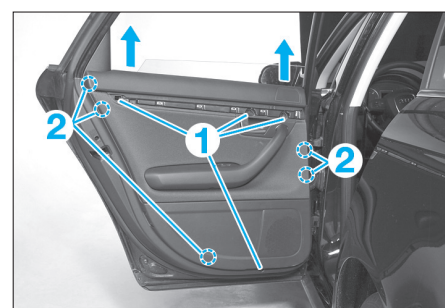

Fig. 35
- Déposer les vis de fixation (1) (Fig.35).